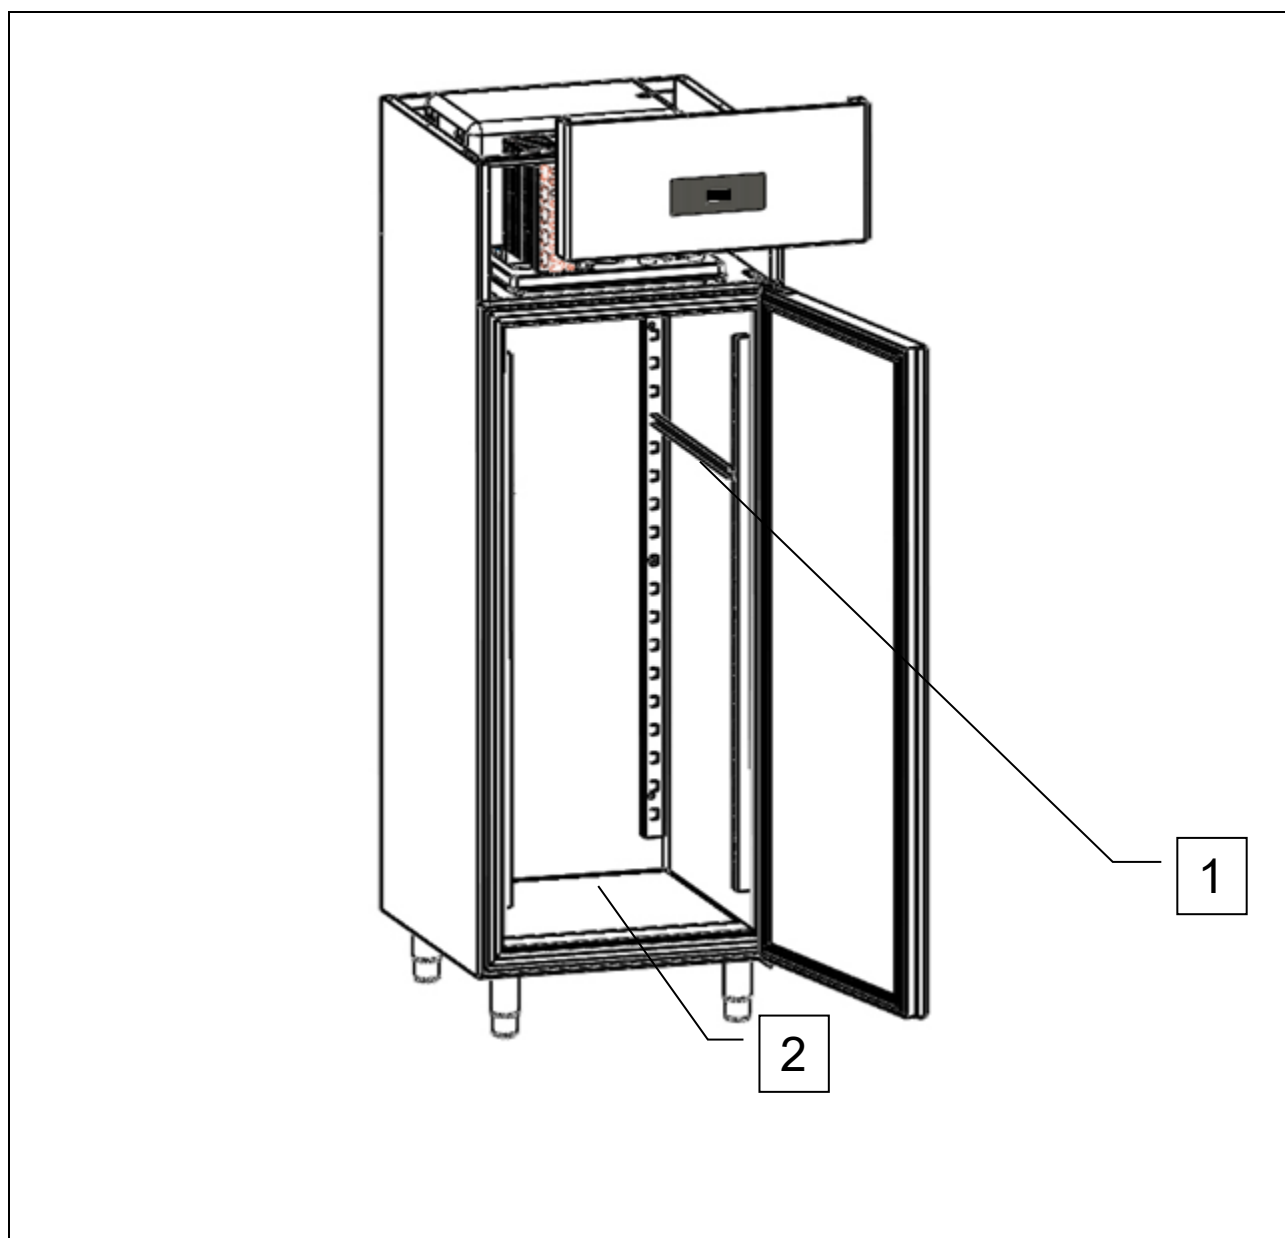

Fig. 1
- avec des produits alimentaires divers (aliments et boissons) placés contre les grilles de ventilation internes (réf. 1, fig. 1) ou directement sur le fond de la cellule (réf. 2, fig. 1).
Les plaques d'identification (représentées sur la fig.1 ci-dessous) sur toutes les armoires EN "Delice" sont situées sur le côté droit de la coque près de l'angle inférieur avant (vers la porte). Cette position est la même qu'il s'agisse d'une armoire à une ou deux portes.